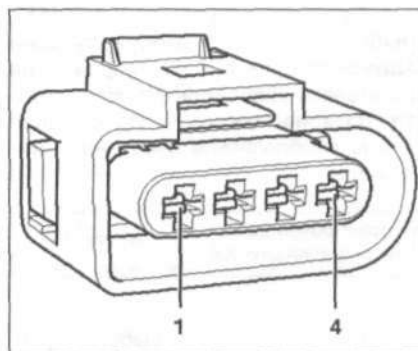

Рис. 4.33. Проверьте провод между тестером и разъемом на разрыв цепи.
- проверьте провод между тестером и разъемом на разрыв цепи: гнездо 98 тестера и контакт 3, гнездо 109 тестера и контакт 4 (рис. 4.33). **Заданное значение:** макс. 1.5 Ом;
- проверьте провод между тестером и разъемом на разрыв цепи: гнездо 108 тестера и контакт 1, гнездо 85 тестера и контакт 2 (рис. 4.33). Заданное значение: макс. 1.5 Ом.